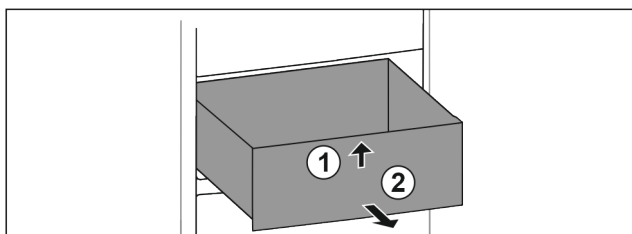

Fig. 23
- ▶ Приподнимите выдвижной ящик спереди. Fig. 23 (1)
- ▶ Извлеките выдвижной ящик движением вперед. Fig. 23 (2)